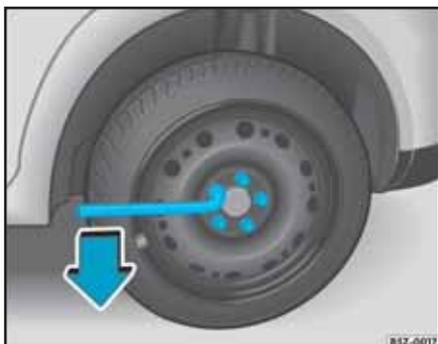

Fig. 168 Retirar los tornillos de las ruedas
- Coloque la llave de rueda sobre el tornillo, según lo indicado en la ⇒ fig. 168, y gire sosteniendo la llave por el mango.